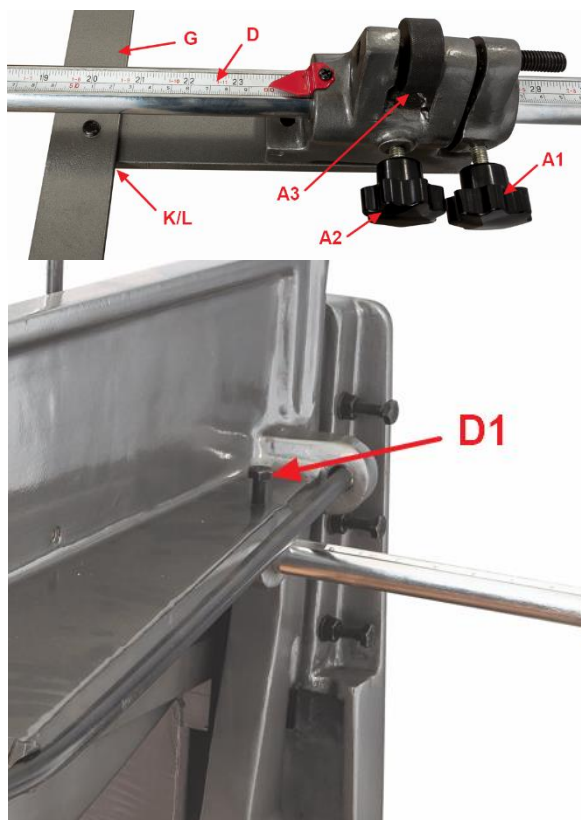

Рис.4
Установите планку (D, Рис.4) сквозь регулирующий блок (A) и в раму.
1. Для регулировки задних упоров, ослабьте все рукоятки (A₁, A₂, Рис.4) и передвиньте регулирующие блоки ближе к требуемому положению.